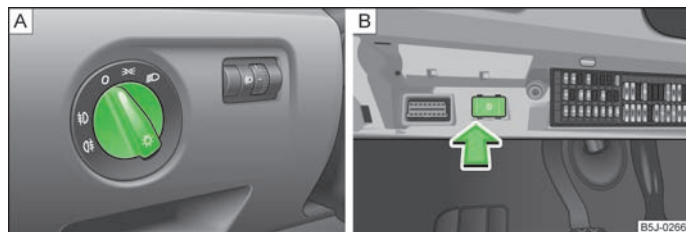

Fig. 21 Tableau de bord : Commutateur d'éclairage/Boîte à fusibles : Commutateur pour éclairage diurne
Sur les véhicules avec **direction à droite**, la disposition des boutons diffère partiellement de celle indiquée dans » fig. 21. Les symboles illustrant les positions des boutons sont toutefois identiques.
- Faites tourner le commutateur des feux » fig. 21 - A sur la position »⌂.
- Tournez le commutateur des feux en position O » fig. 21 - [A].
- Actionnez le commutateur pour allumer l'éclairage diurne » fig. 21 - [B].
- Actionnez le commutateur pour éteindre l'éclairage diurne » fig. 21 - [B].
- Faites tourner le commutateur des feux sur la position Feu de position » ou feux de croisement » » fig. 21 - [A].